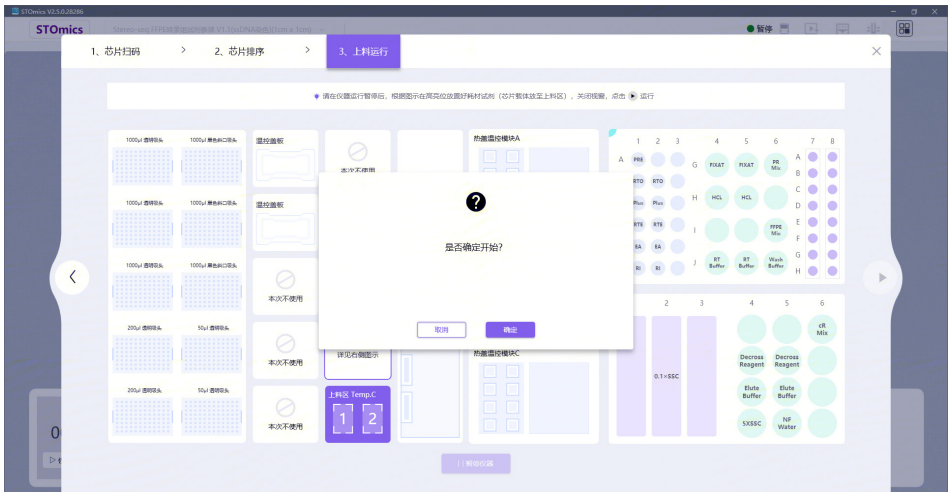

图 3-33 第二个反应模块流程运行开始前确认界面
- f. 载具放置完成后，点击下一步按钮，进入如图 3-33 所示界面，点击“确定”按钮，即可开始第二个模块的流程运行。